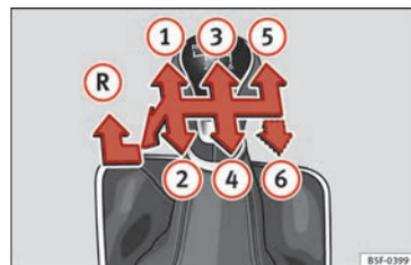

Fig. 42 Esquema de uma caixa de velocidades manual de 5 ou de 6 velocidades.
Na alavanca das mudanças indicam-se as posições das marchas » **Fig. 42.**
- Com a alavanca das mudanças em ponto morto, pressione-a para baixo, mova-a para a esquerda até ao fim e depois para a frente para selecionar a marcha-atrás »» Fig. 42 (R).